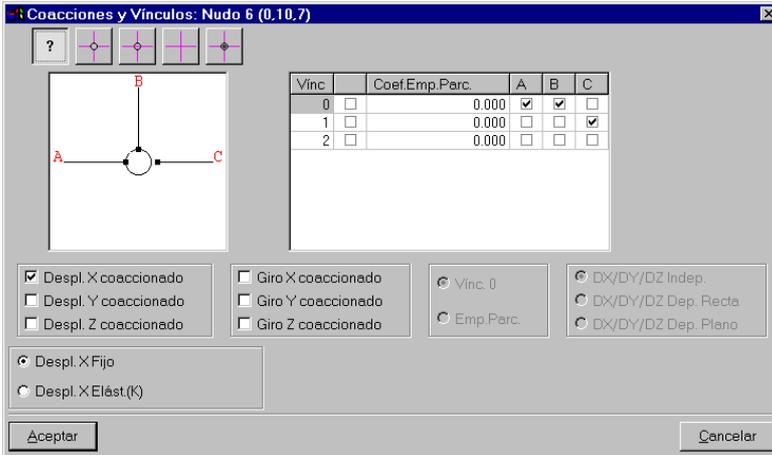

Fig. 5.42
**Nudos finales del pilar central.** Seleccione el nudo central superior y, a continuación, pulse . Marque **Apoyo con libre desplazamiento en el plano ZY** para que el pilar se articule con los dinteles (Fig. 5.42).